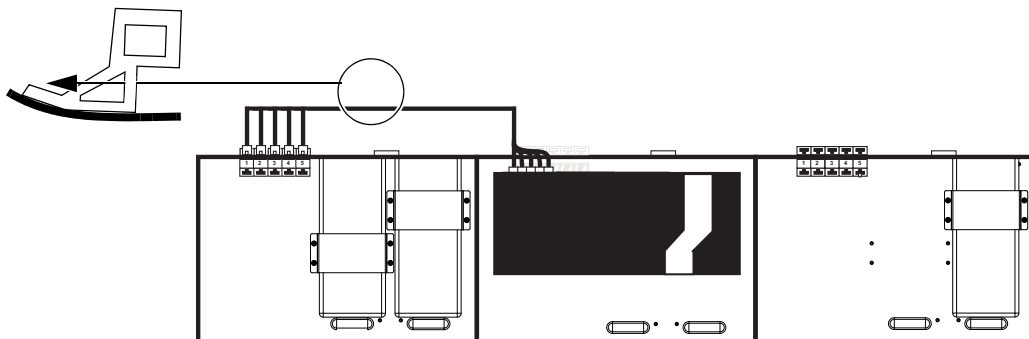

图 18 将第一个线组连接至第一个（最左侧）盒架上的以太网终端端口
- 3 将线组从后面板支架中的下部三角形线缆引导口穿至可连接的最远（最左侧或最右侧）盒架（见图 18）。对于装有三个以上盒架的系统，请参阅“在大型配置中安装线组”（第 46 页）。